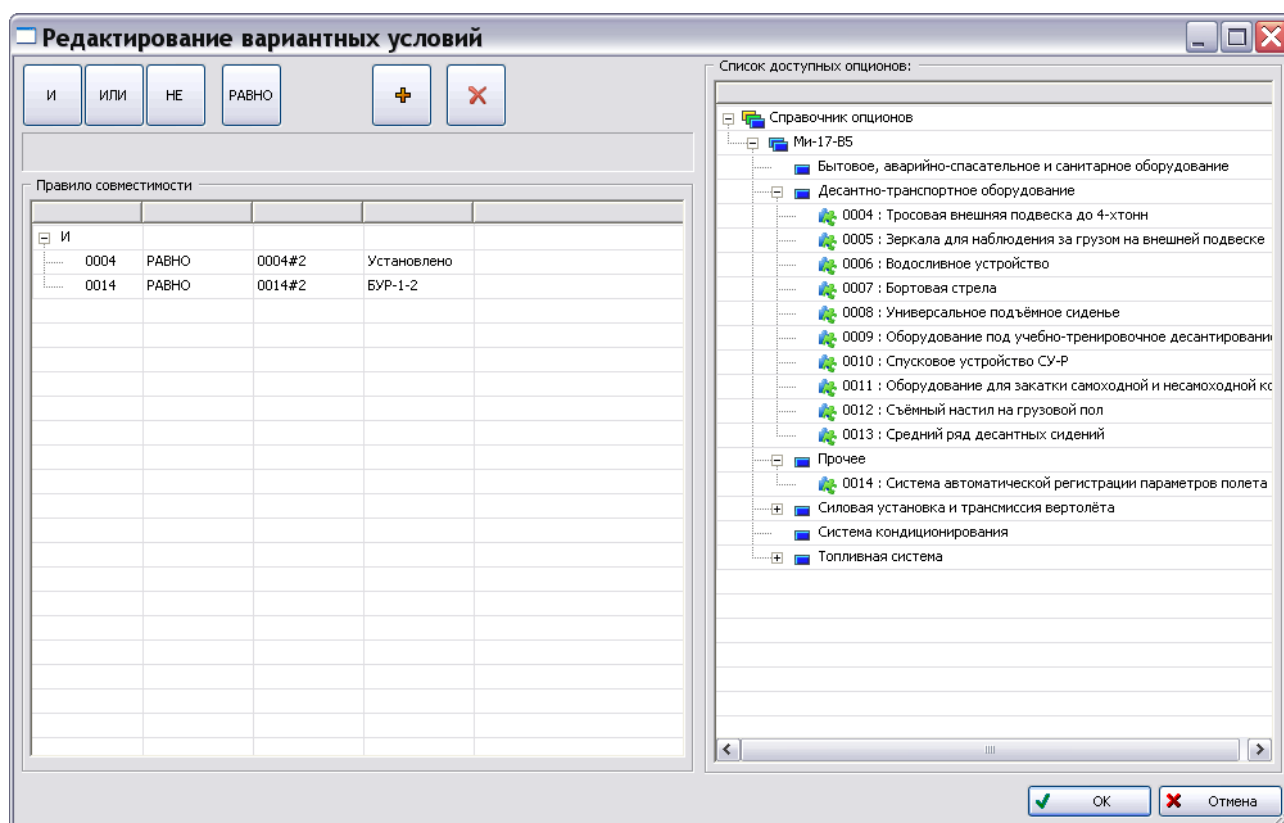

Рис. 72
- В окне **Список доступных опционов** в подразделе «Прочее» выделите опцион «Система автоматической регистрации параметров полета» и нажмите на кнопку **Добавить поле**  на панели инструментов левого окна. В таблице **Правило совместимости** появятся введенные данные (Рис. 72).
- Щелкните по ячейке со значением опциона и выберите «БУР-1-2» (Рис. 72).